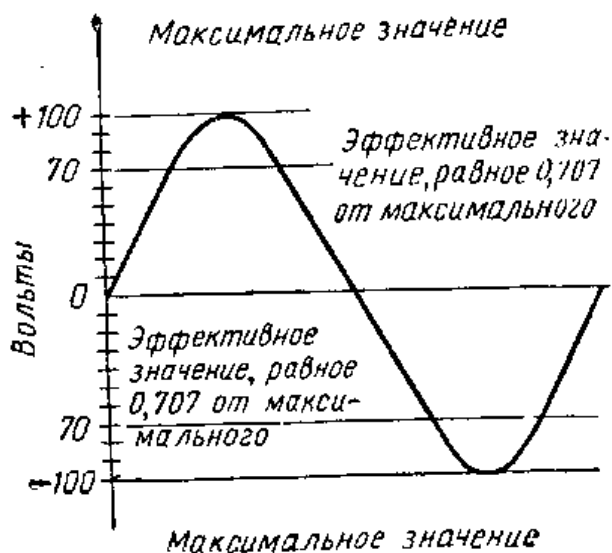

Рис. IV.15.
**Рис. IV.15.** Кривая, показывающая изменение величины и направления переменного тока в течение одного периода, представляет собой синусоиду. На кривой указаны максимальное и эффективные значения напряжения, которые достигаются дважды в течение каждого периода.
Расчеты показывают, что эффективное значение напряжения или тока в случае переменного тока равно 0,707 от максимального значения (рис. IV. 15). Измерительные приборы переменного тока проградуированы таким образом, что считываемые с них показания являются эффективными значениями измеряемого напряжения или тока. Это очень важно, т. к. эффективное напряжение позволяет определить величину вырабатываемой энергии.